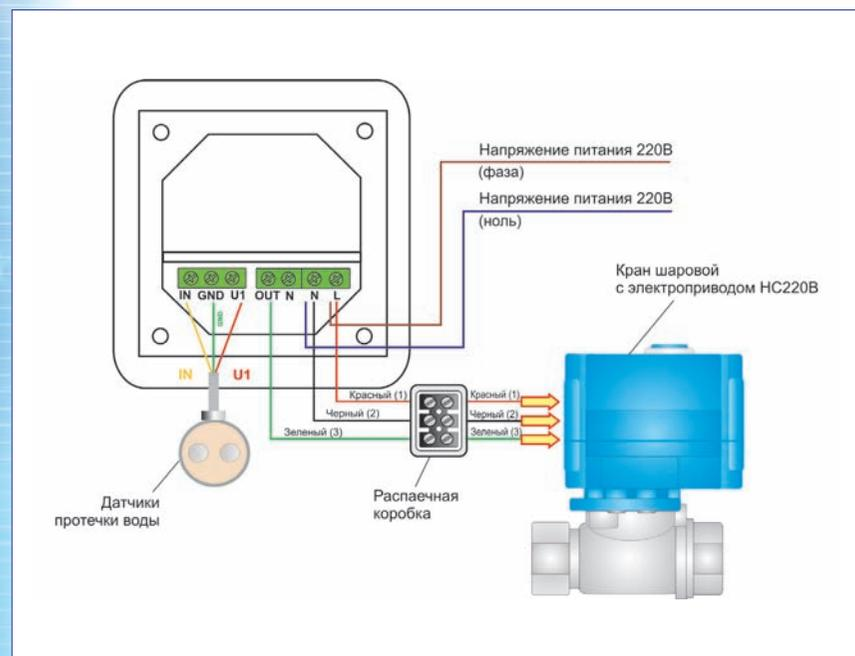

Рис. 13 Схема подключения к контроллеру СКПВ220В-мини датчика контроля протечки воды SW003 и шарового крана.
К контроллеру подвести фазу и ноль согласно схеме подключения (рис. 13).
- выполните соединение проводов в соответствии со схемой (рис. 13)